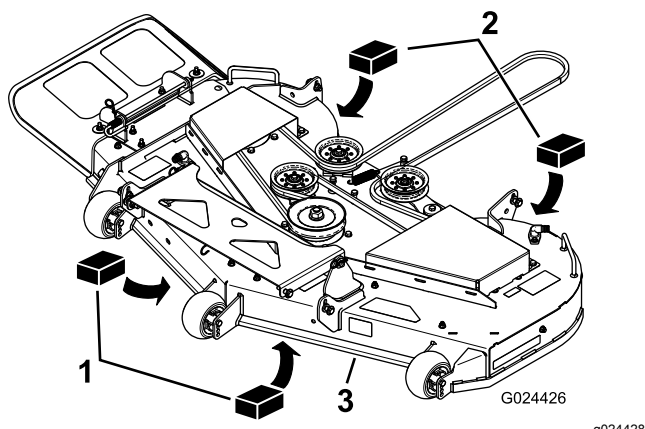

Figura 63
3. Coloque dos bloques de 6.6 cm (2 5/8") debajo de cada lado del borde delantero de la carcasa, pero no debajo de los soportes de los rodillos protectores del césped (Figura 63).
4. Coloque dos bloques de 7.3 cm (2 7/8") de grosor debajo del borde trasero del faldón de la carcasa de corte, uno en cada lado de la carcasa de corte (Figura 63).